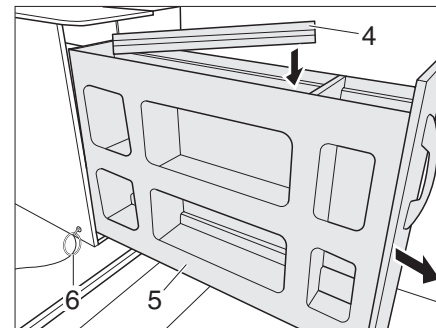

Fig. 53 Guardar las barras de apoyo
- ▶ Tirar del ojal (Fig. 53,6). El bloqueo del armario extraíble se desbloquea.
- ▶ Abrir el armario extraíble (Fig. 53,5) en el lado derecho del vehículo y guardar las barras de apoyo (Fig. 53,4).